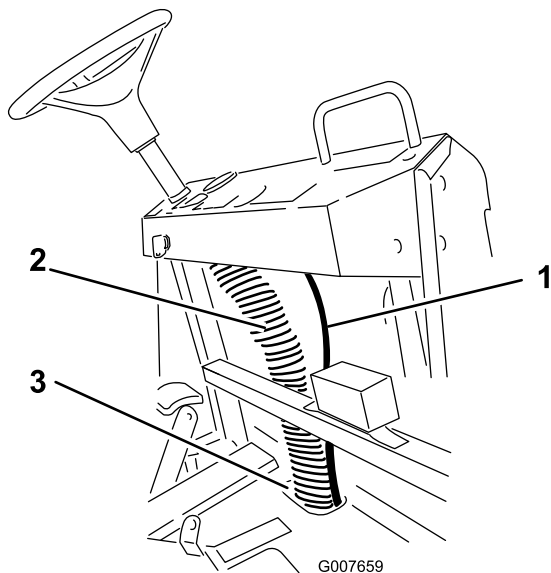

图11
- 将软管向上布置到仪表板右侧的后面（图11）。
- 将软管固定到现有线束柱上（图11）。